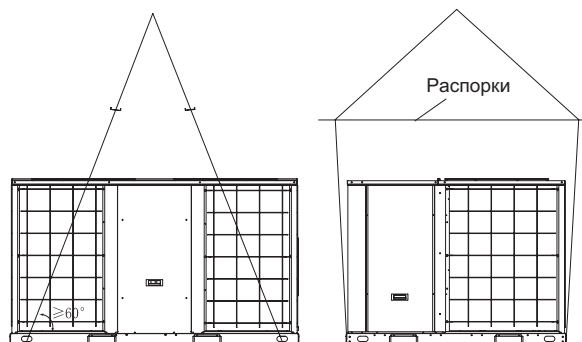

Рис. 5.1
- Такелажные стропы должны выдерживать трёхкратный вес блока. Перед подъемом проверьте и убедитесь, что крюки прикреплены к блоку надежно и образуют углы не менее 60° относительно его основания (см. рис. 5.1).